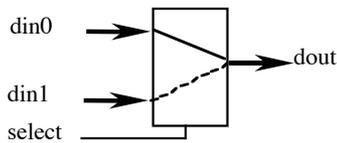

figure 1
- Synthèse d'un multiplexeur 4 bits 2->1 en flots de données et en comportemental (figure 1).